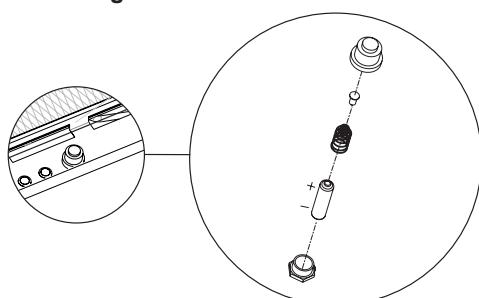

Figure 25
4. Dévisser le bouton d'allumage et installer la pile AA fournie dans l'enveloppe d'instruction avant de fermer la porte de contrôle. **Voir figure 25.**